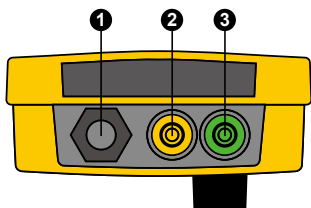

Figura 3. Parte superior del Producto
2. Conecte un multímetro con función de ciclo de trabajo a los terminales del piloto de control (CP) situados en la parte superior del adaptador. Consulte la Figura 3, utilice los elementos ② y ③. Asegúrese de conectar la entrada COM del multímetro a la salida verde (tierra) del terminal de CP.